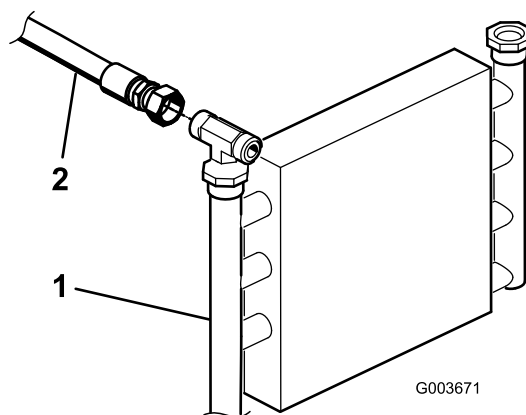
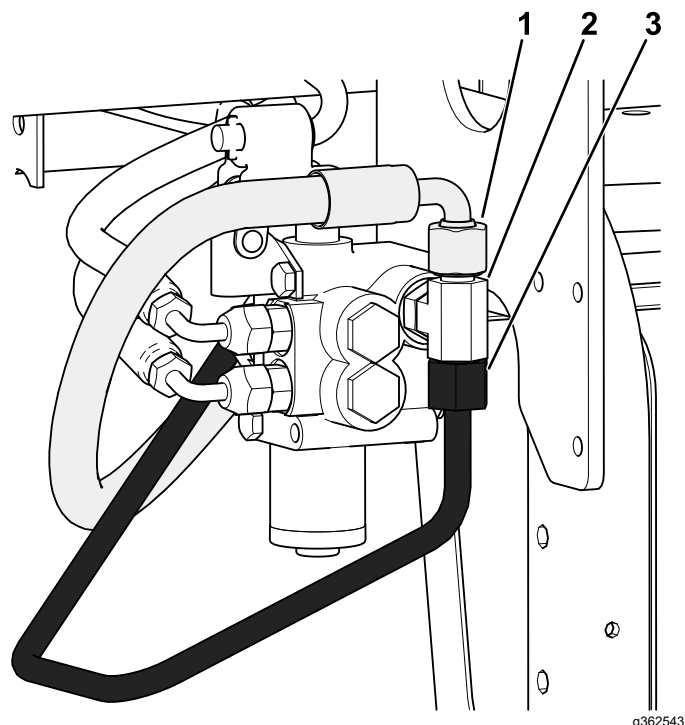

Figura 4
Figura 6
1. Localizzate il tubo idraulico che va dal radiatore dell'olio alla valvola di sollevamento esistente (**Figura 4**).
3. Scollegate e rimuovete il tubo idraulico dal radiatore dell'olio e dalla valvola di sollevamento (**Figura 4** e **Figura 6**).
- C. Scollegate il flessibile idraulico (144-1367) dal raccordo a T (340-94) come illustrato nella Figura 6.